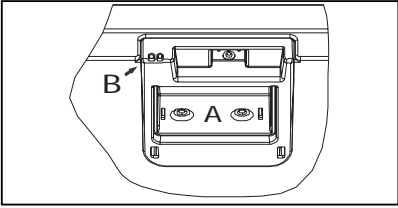

Figure 4.
7.2. Éclairage intérieur (Fig. 4)
2. Remettez ensuite le signal de la porte à zéro en dirigeant la télécommande vers le capteur de la porte (Figure 4 B) et en appuyant sur la touche.